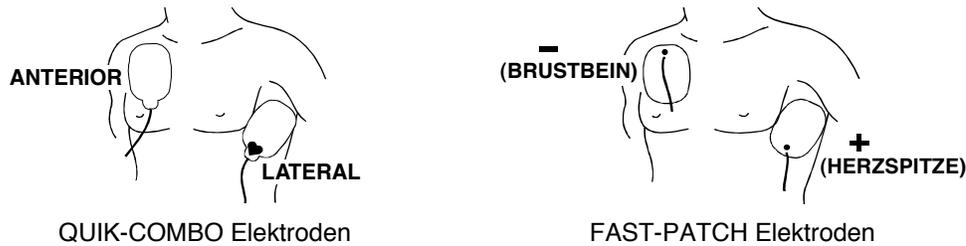

Abbildung 3-1 Anterior-laterale position
- Die ♥ oder + Elektrode lateral zur linken Brustwarze des Patienten möglichst direkt auf der zentralaxillaren Linie anbringen (Siehe Abbildung 3-1).
- Die andere Elektrode wie in Abbildung 3-1 gezeigt oben rechts an der Brust des Patienten lateral zum Brustbein und unterhalb des Schlüsselbeins anbringen.